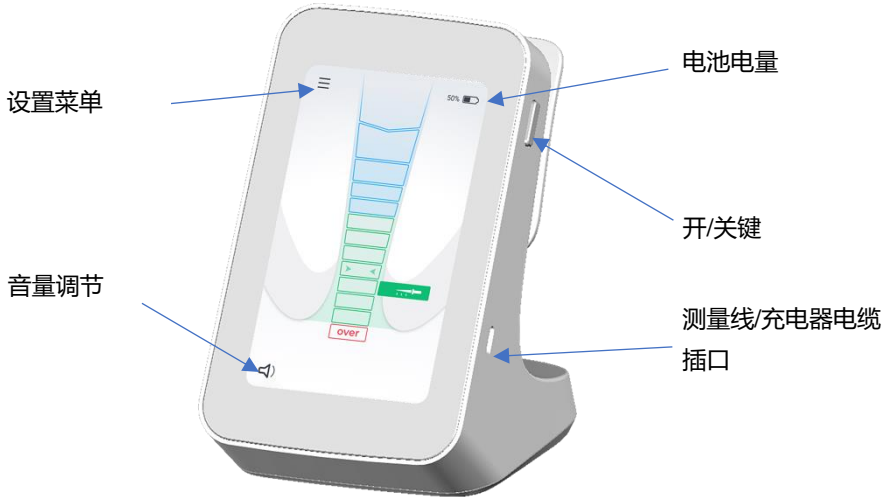

图 1 前视图
- 将充电器电缆连接至位于设备右侧的 **X-Smart® Apex Locator** USB-C 接口。详见图 1。